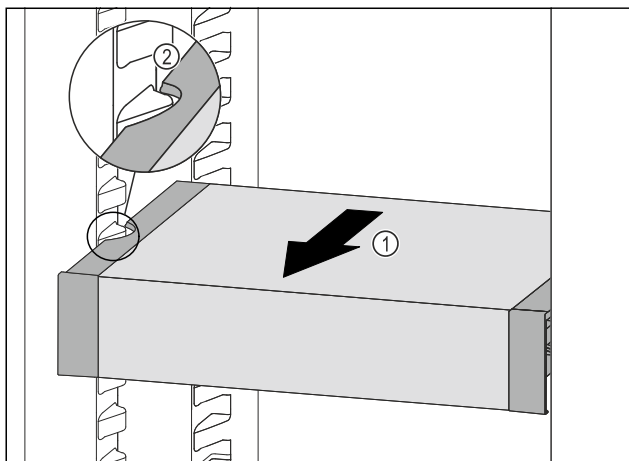

Fig. 96
- Táhněte VarioSafe dopředu Fig. 96 (1), dokud nebudou boční vybrání VarioSafe na úrovni žebrování na nádoby v chladničce. Fig. 96 (2)